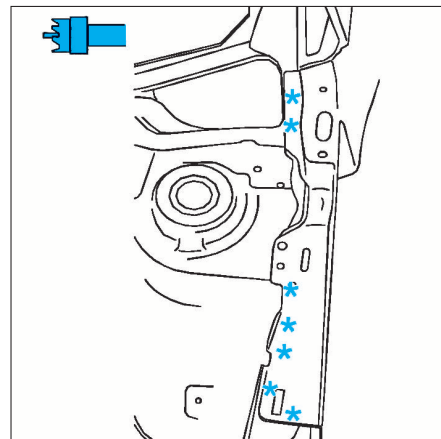

FIG. 34
- Dépointer et meuler selon (Fig.34 à 37).